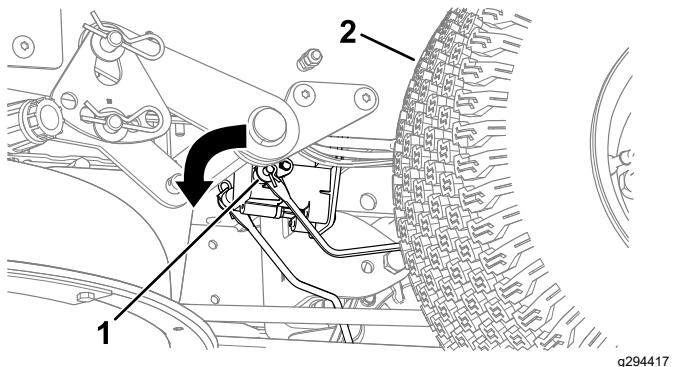

Figura 54
- Localize o veio no travão elétrico onde os braços de articulação do travão estão ligados (Figura 54).